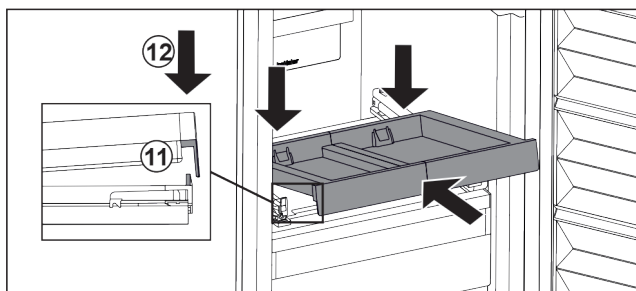

Fig. 104
- ▶ L'insérer en l'inclinant. Veiller à ce que, des deux côtés, la butée soit derrière la languette. Fig. 104 (11)
- ▶ Déposer le compartiment coulissant par l'avant. Fig. 104 (12)